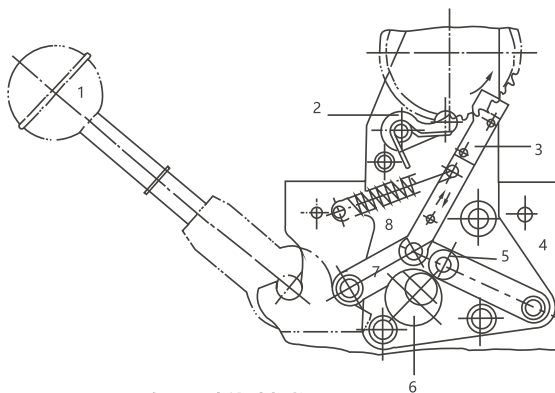

图12 DW15-2500、6300断路器手动传动机构
5.2.4 DW15-2500、6300断路器电动机手动操作机构(见图12)
5.2.4.2 在使用手柄操作断路器时，必须注意到偏心轮6和连杆7是否在图12所示位置(最低位置，否则用手转动电动机手轮使偏心轮6和连杆7处于最低位置。然后才能操作手柄使断路器储能闭合。
7.2.5 DW15-2500、6300断路器在检修过程中需要手动合闸断路器时，可以将操作手柄插入手动操作机构内（见图3和图12所示），然后向下按动手柄进行储能（在操作前，请用户注意到第5.2.4.2条提及的偏心轮的位置），若无预储能要求，储能结束后断路器即刻合闸，若有预储能要求，请按动“1”按钮使断路器合闸。